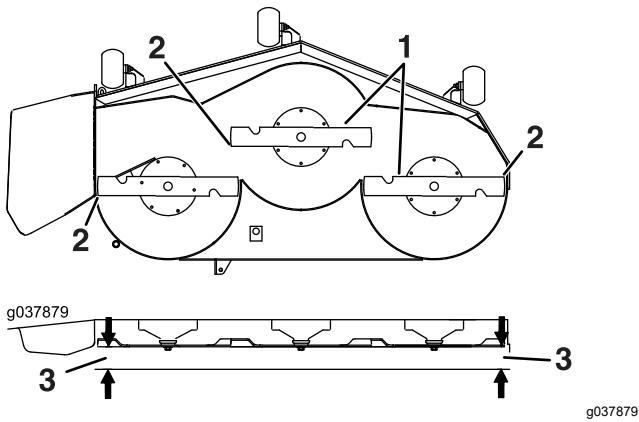

Figure 98
6. Mida entre la punta de la cuchilla y la superficie plana (Figure 98). Si ambas mediciones no están dentro de los 5 mm (3/16"), ajuste la nivelación; siga con este procedimiento.